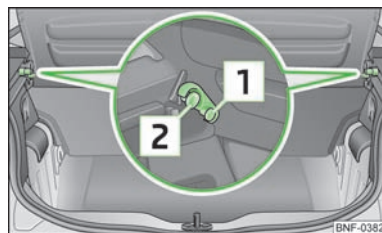

Fig. 41
- » Para virar para cima, levante a cobertura da bagageira e pressione os suportes laterais [1] » Fig. 41.
- » Para desmontar, puxe a cobertura da bagageira em baixo, para fora dos suportes laterais [2] » Fig. 41.
Certifique-se de que a cobertura da bagageira está correctamente engatada nos suportes laterais [2] » Fig. 41 - perigo de danificação da cobertura da bagageira ou da própria bagageira.